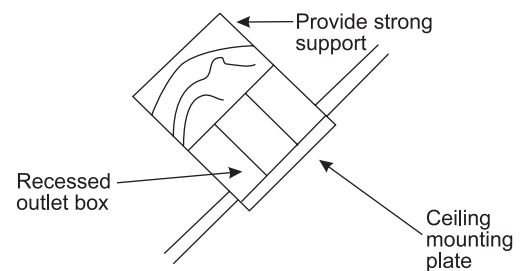

Figure 3
3. Find the wire plug from the light kit and from the motor and slide together. Connect the blue wire from the switch housing, to the black from the light kit, and the white wire from the switch housing to the white wire from the light kit. Attach switch housing to the switch cover (see FIG 3).
3. Trouvez la prise de l'éclairage et celle du moteur. Raccordez-les. Branchez le fil bleu du boîtier d'interrupteur sur le fil noir de l'éclairage. Branchez le fil blanc du boîtier d'interrupteur sur le fil blanc de l'éclairage. Fixez l'éclairage au boîtier d'interrupteur. (voir figure 3).
Note: You may need a longer downrod to maintain proper blade clearance when installing on a steep, sloped ceiling. (Fig. 3)